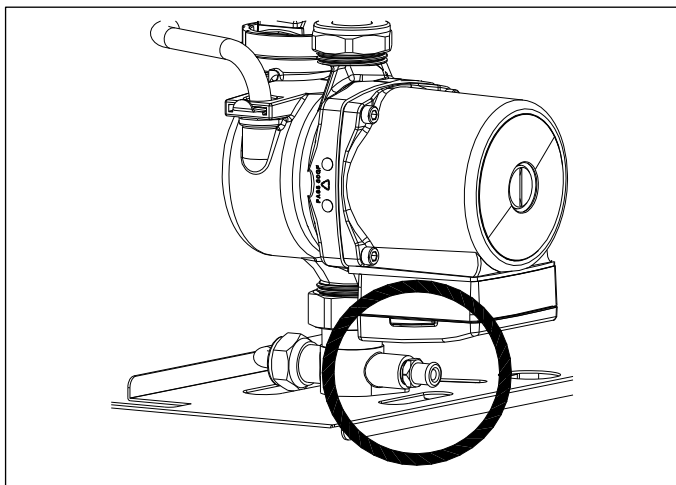

Fig. 1
- a. svitare le viti come mostrato in fig. 1;
- rimuovere il mantello (vedi fig. 1);
- ruotare il rubinetto di scarico dell'impianto (fig. 1);